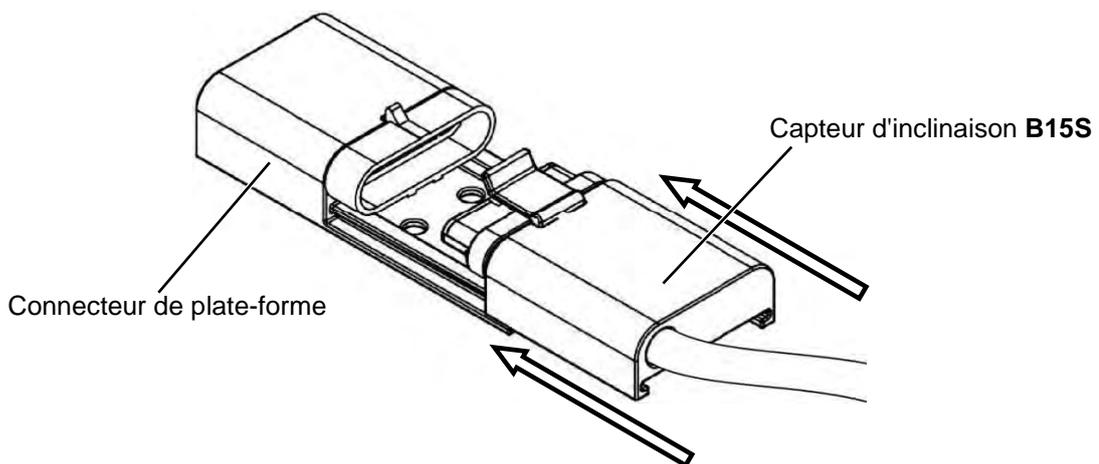

Figure 43 : Montage du capteur d'inclinaison **B15S**
- ▶ Insérez le capteur d'inclinaison **B15S** dans le connecteur de plate-forme jusqu'à ce qu'il s'enclenche (voir Figure 43).